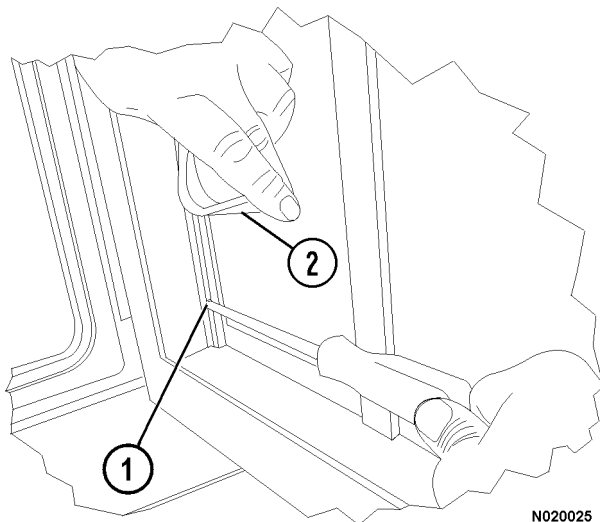
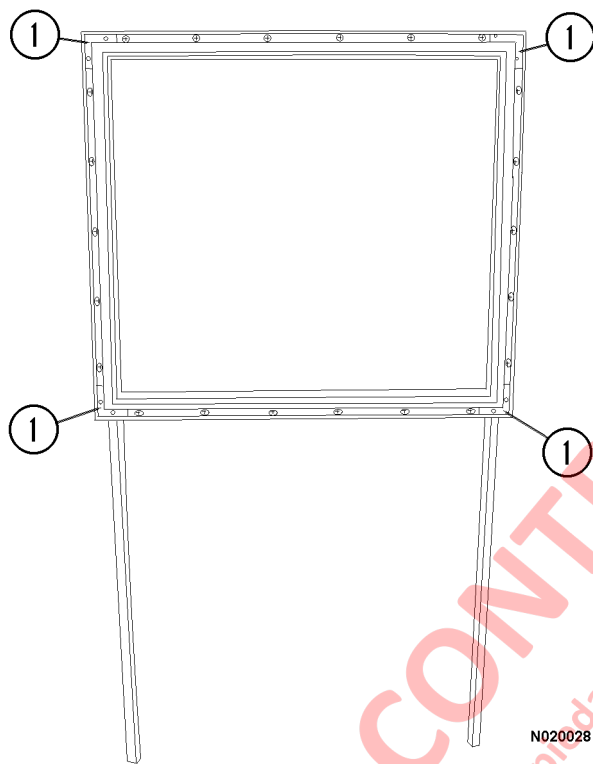

FIGURA 2-10.
FIGURA 2-13.
9. Retire el tornillo de la parte inferior de las guías de la ventana. Es necesario tirar y sacar la pieza de inserción de goma (2, Figura 2-10) para poder retirar los tornillos.
13. Antes de instalar el vidrio nuevo, inspeccione el marco de la ventana. En cada esquina hay un soporte en forma de «L» (1, Figura 2-13) con dos tornillos que sostienen las esquinas del marco. Verifique que los tornillos estén apretados y que la pieza de inserción de goma (2, Figura 2-10) en las guías de la ventana esté en buenas condiciones. Reemplácelas de ser necesario.
17. Instale los tornillos (1, Figura 2-10) que aseguran el marco de la ventana al marco de la puerta.